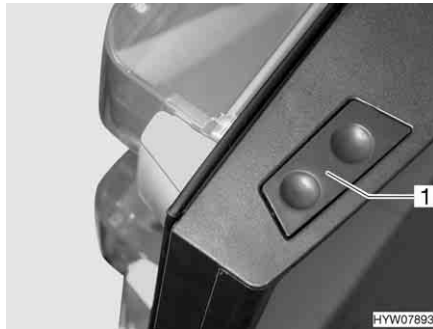

Fig. 221 Botón de desbloqueo de la puerta del frigorífico (Dometic de la serie 8)
**Abrir:** ■ Pulsar el botón de desbloqueo (Fig. 221,1) y abrir la puerta del frigorífico.